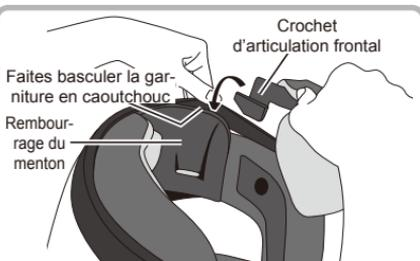

Fig.2
- ① Insérez le crochet d'articulation arrière dans l'interstice entre la coque et la coiffe, à partir de la position montrée sur la figure, et accrochez-le à la "barre d'articulation" dissimulée à l'intérieur.
- ② Faites basculer la garniture en caoutchouc autour de la zone du menton comme montré sur la Fig.2. Insérez le crochet d'articulation frontal dans l'interstice entre la coque du casque et le rembourrage du menton jusqu'à ce que le crochet d'articulation soit fixé.